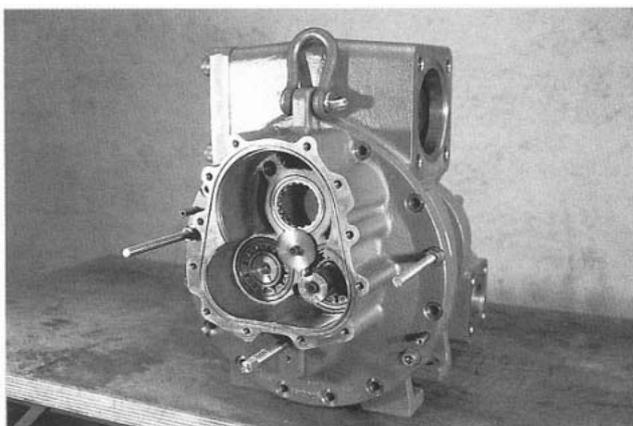

Рис. 56
35. Ввинтите две длинные направляющих штанги M12 x 200 в выбранные отверстия и закрепите двумя гайками. (Рис. 56)